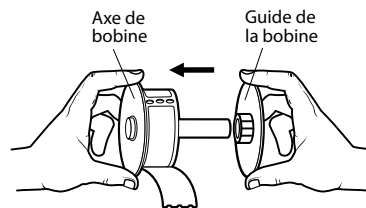

Figure 1
- 4 Gardez l'axe de bobine dans votre main gauche et placez le rouleau d'étiquettes sur l'axe de manière à ce que les étiquettes avancent par-dessous, et que le bord gauche du rouleau de bobine soit disposé fermement contre le bord de la bobine. Voir Figure 1.